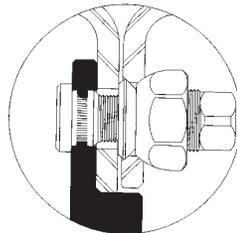

Figura 10
- ◆ Nunca utilizar las ruedas de montaje de asiento plano con tuercas esféricas. Estas piezas no están diseñadas para trabajar juntas y pueden causar daños prematuros a las ruedas. En ruedas duales de camiones pesados, este encajamiento incorrecto no permitiría que la tuerca esférica interior ajuste dentro de la rueda interior, causando que la tuerca esférica interior interfiera con la rueda exterior. (Ver figura 10). Esto podría causar una rotura prematura de la rueda y falla de la rueda exterior dual.